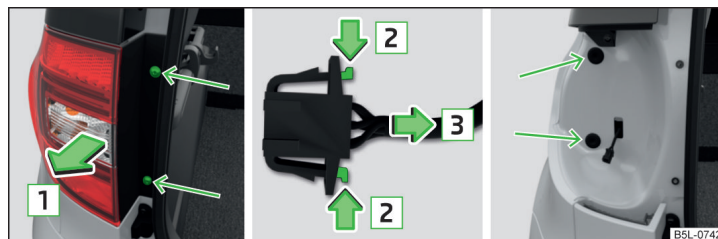

Fig. 204 Desmontar la lámpara / Quitar el conector
- Desenrosque la lámpara » **fig. 204** con la llave del equipo de herramientas a bordo.
- Agarre la lámpara y extráigala cuidadosamente tirando de ella con sacudidas en el sentido de la flecha **1** » **fig. 204**.
- Introduzca la lámpara en los alojamientos de la carrocería » **fig. 204**.
- Atornille la lámpara con los tornillos » **fig. 204**.